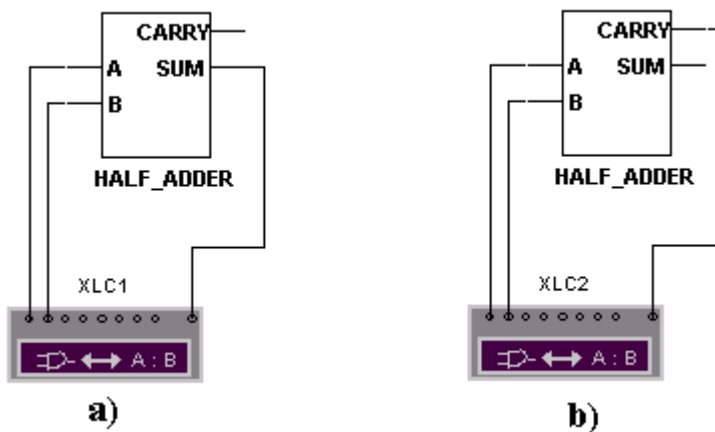

Рис. 3. Схема исследования полусумматора: а – выход S , б – выход C
4. Собрать схему, изображенную на рис. 3, и с помощью логического анализатора, последовательно нажимая кнопки *Circuit to Truth Table* (таблица истинности цепи) , *Truth Table to Boolean Expression* (булево выражение по таблице истинности) , *Boolean Expression to Circuit* (создание схемы по булеву выражению) , получить: